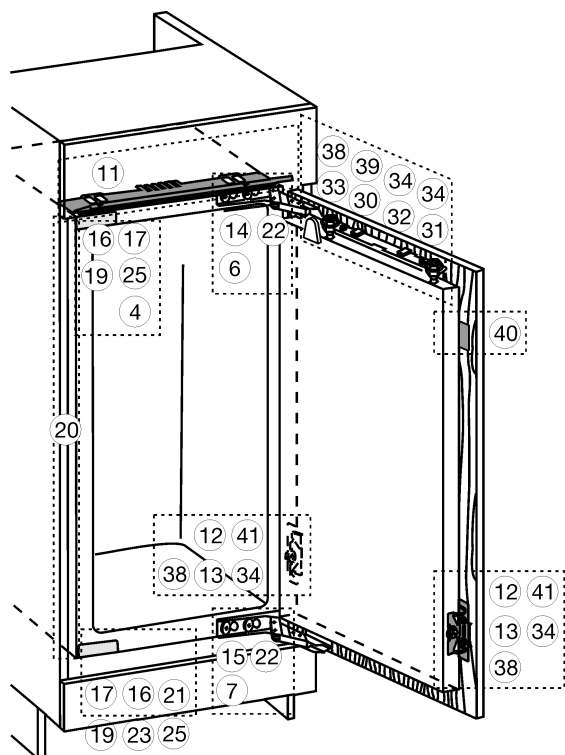
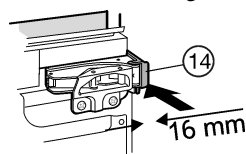
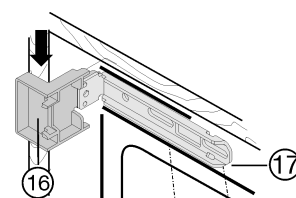
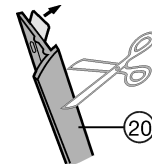

Fig. 7
Fig. 11
Fig. 12
Fig. 13
- ▶ Retirer les caches Fig. 7 (4,6,7).
- ▶ Clipser l'élément d'écartement Fig. 11 (14) et l'élément d'écartement Fig. 7 (15) sur la charnière.
- ▶ Mettre le cache Fig. 12 (16) en haut et le cache Fig. 12 (17) en bas sur les étriers.
- ▶ Fixer les étriers Fig. 12 (17) en haut avec des vis Fig. 12 (19) et en bas avec des vis Fig. 7 (19) afin qu'ils puissent encore un peu bouger à gauche et à droite.
- ▶ Retirer le film protecteur de la baguette de recouvrement Fig. 13 (20).
- ▶ Placer la baguette de recouvrement Fig. 13 (20) sur l'arête du cache Fig. 12 (16) côté poignée en alignement avec la façade puis la coller sur la paroi latérale de l'appareil.
- ▶ Si nécessaire, raccourcir la baguette de recouvrement Fig. 13 (20) en bas : l'extrémité de la baguette de recouvrement Fig. 13 (20) doit dépasser de 3 mm sur le bord supérieur de l'étrier du bas Fig. 7 (17).
- ▶ Insérer l'appareil jusqu'à ce que les caches Fig. 12 (16) touchent Fig. 12 la paroi latérale du meuble.
- ▶ Respecter les dimensions d'encombrement (épaisseur des éléments de butée de porte) : faire dépasser les charnières et les caches Fig. 12 (16) en tenant compte des dimensions d'encombrement.
- ▶ Mettre l'appareil de niveau en ajustant les pieds réglables à l'aide de la clé plate Fig. 7 (21) fournie.